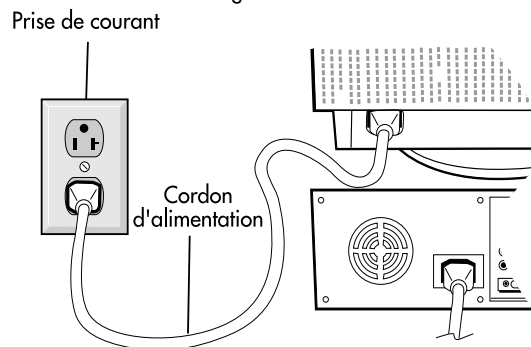

Figure C.1
5. Connecter une extrémité du cordon d'alimentation au moniteur MultiSync FE700 et l'autre extrémité à la prise de courant (**Figure C.1**).